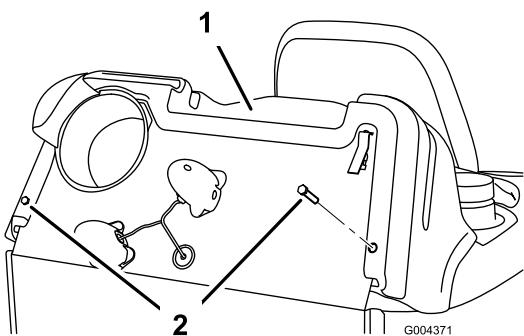

Figura 25
5. Togliete i dispositivi di fissaggio che consentono il montaggio del cofano del motore al telaio della macchina (Figura 25). Conservate tutte le parti.